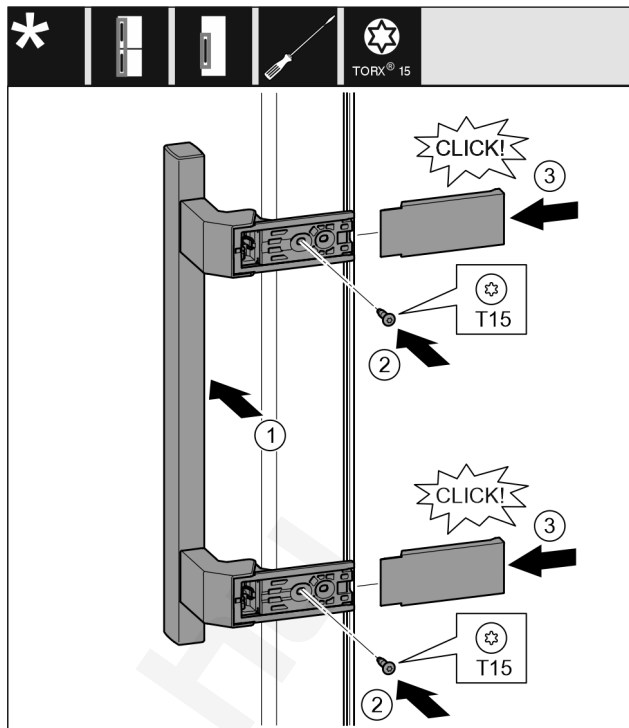

Fig. 16
- ▶ Helyezze fel a fogantyút a másik oldalra. Fig. 16 (1)
- ▶ Húzza meg a csavarokat T15 csavarhúzóval. Fig. 16 (2)
- ▶ Helyezze fel a fedelet oldalra, és tolja őket a helyükre. Fig. 16 (3)